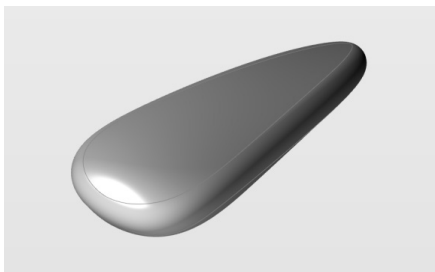

图 3-119 打开练习文件
1) 打开素材文件夹“练习 (3.4.10)”中的 Evolve 文件，该文件包含一个遥控器主体模型，如图 3-119 所示，下面将对其绘制分模线。